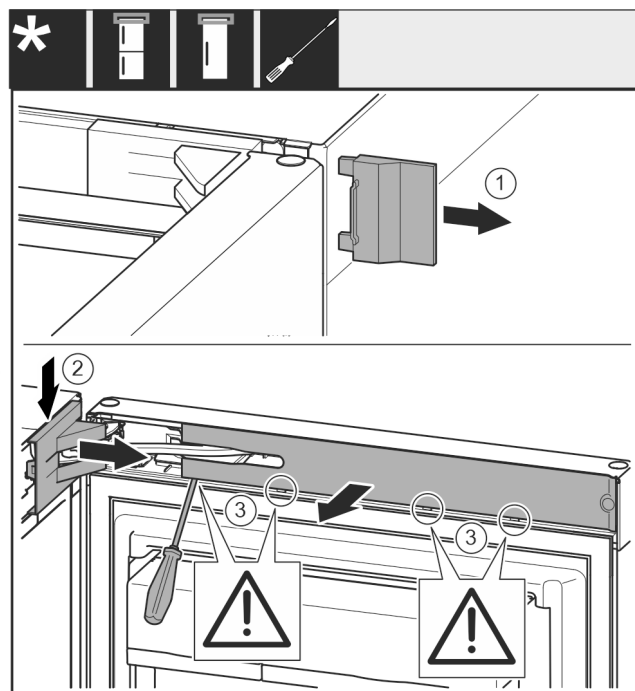

Fig. 8
- Sejměte kryt Fig. 8 (1).
- Odjistěte a uvolněte kryt stojanu ložiska Fig. 8 (2).
- Sejměte kryt stojanu ložiska Fig. 8 (2).
- Plochým šroubovákem vyjměte zásepku Fig. 8 (3) a otočte ji ke straně.